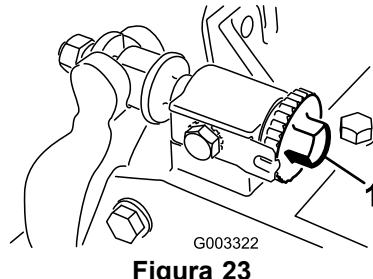

Figura 23
1. Reduzca el contacto entre el molinete y la contracuchilla girando los pomos de ajuste de la contracuchilla (Figura 23) en el sentido contrario a las agujas del reloj hasta que no exista contacto alguno.